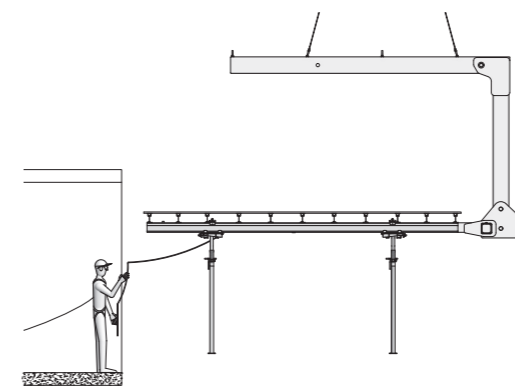
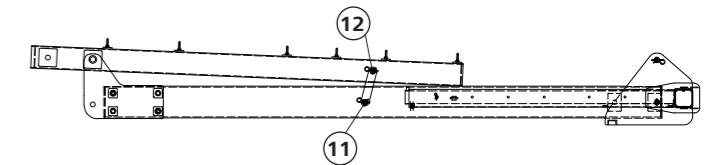

Fig. 2
Fig. 3 État du palonnier à la livraison
- Ⓑ, Ⓒ, Ⓓ, Ⓔ ou Ⓕ Choix du point d'élégage en fonction du centre de gravité de l'ensemble du système (Fig. 3)
- ① Bras
- ② Boulon de sécurité
- ③ Plaquette de contrôle (sur l'arrière)
- ④ Plaque d'identification (sur l'arrière)
- ⑤ Montant
- ⑥ Vis à tête cylindrique
- ⑦ Butée
- ⑧ Rallonge de fourche
- ⑨ Fourche
- ⑩ Axe avec goupille
Le palonnier 600/540 est un appareil de levage pour tous les types de tables de coffrage. Il peut être utilisé pour déplacer des tables de coffrage jusqu'à 15 kN. Les fourches sont réglables en continu en largeur (de 1,20 m à 2,10 m) et en longueur (de 3,00 m à 5,25 m). Le palonnier 600/540 sert à la manutention des tables de coffrage de 250/400 et de 250/500. Il est surtout destiné au retrait des tables de coffrage, par ex. entre deux étages, quand l'utilisation d'une élingue 4 brins est impossible. Le palonnier est alors simplement élingué à la grue, pas besoin d'accessoires (Fig. 2 et Fig. 3).